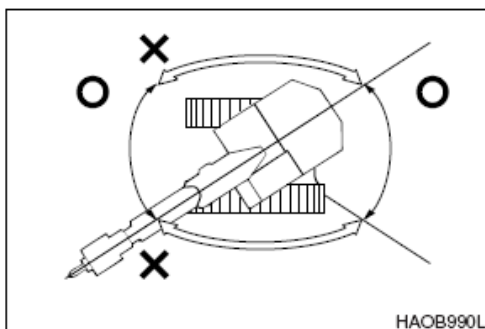

Figura 76
8. Opere con el martillo hidráulico únicamente delante o detrás de la excavadora. NO USE el martillo para trabajar a los lados de la excavadora. EVITE el movimiento pendular del martillo cuando lo maneje. Consulte Figura 76.